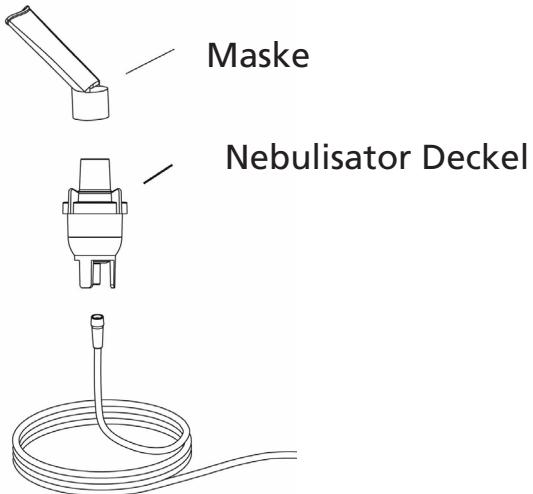

Bild 5
8. Wenn ein Mundstück eingesetzt wird, setzen Sie es auf den Deckel des Nebulisators. Der Deckel ist derart designiert, dass ein fester Ansatz möglich wird. (Bild 5).